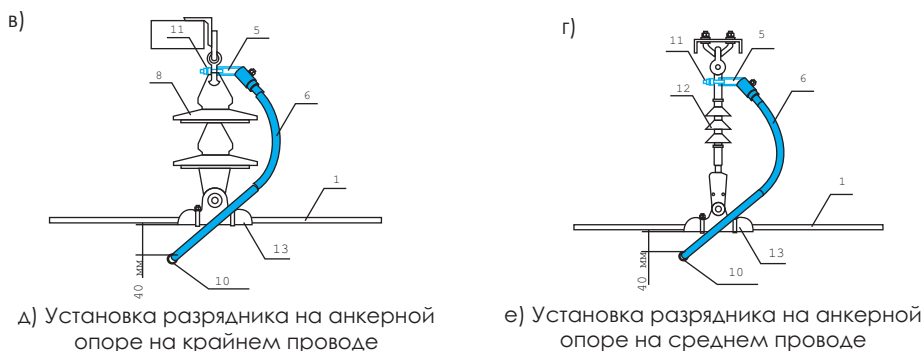

**Рис.1** Варианты установки разрядника РДИП-10 на ВЛ
1.2.1 Общий вид, габаритные, установочные и присоединительные размеры разрядника приведены на рис.1.
- 1.4.1 Основные составные части и варианты установки разрядника приведены на рис. 1.
- 1.4.2 Разрядник состоит из согнутого в виде петли металлического стержня, покрытого слоем полиэтилена высокого давления (6). Концы изолированной петли закреплены в зажиме
крепления (5), с помощью которого разрядник присоединяется к штырю изолятора (4) опоры ВЛ или другому элементу арматуры ВЛ. В средней части петли поверх изоляции расположена металлическая трубка (10). На проводе ВЛ (1) (рис. 1(а, б, е, з)) или на шлейфе (14) (рис.1(д, ж)) , напротив металлической трубки разрядника, закрепляется универсальный зажим (3) для создания необходимого воздушного искрового промежутка.
В случае подвесной изоляции (рис. 1 (в, г)) зажим для провода не применяется, а воздушный зазор устанавливается между трубкой разрядника и “лодочкой” (13).